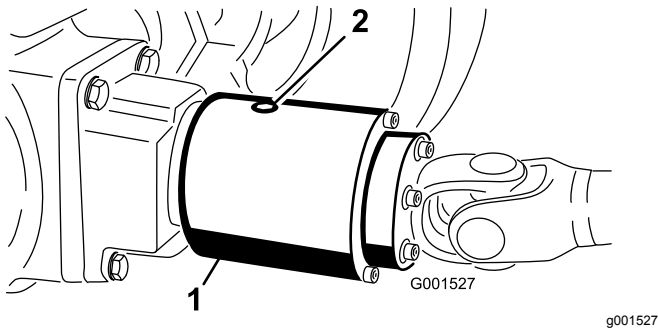

Figura 64
3. Gire el embrague hasta que el tapón esté orientado hacia abajo (Figura 64)